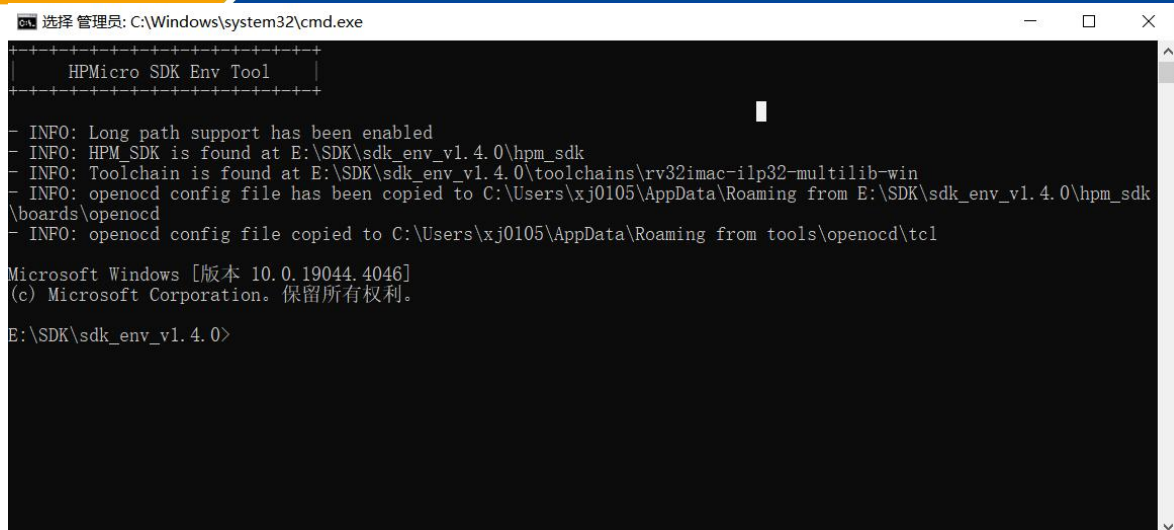

图 15: 打开 sdk prompt
- 双击打开 sdk\_env\_v1.4.0下 start\_cmd.cmd, 该脚本将打开一个 Windows command prompt (以下将此 Windows cmd prompt 简称为 sdk prompt), 如果之前步骤配置正确, 将会看到图15所示, 以下演示如何创建针对HPM5300\_adc\_evk的应用工程。